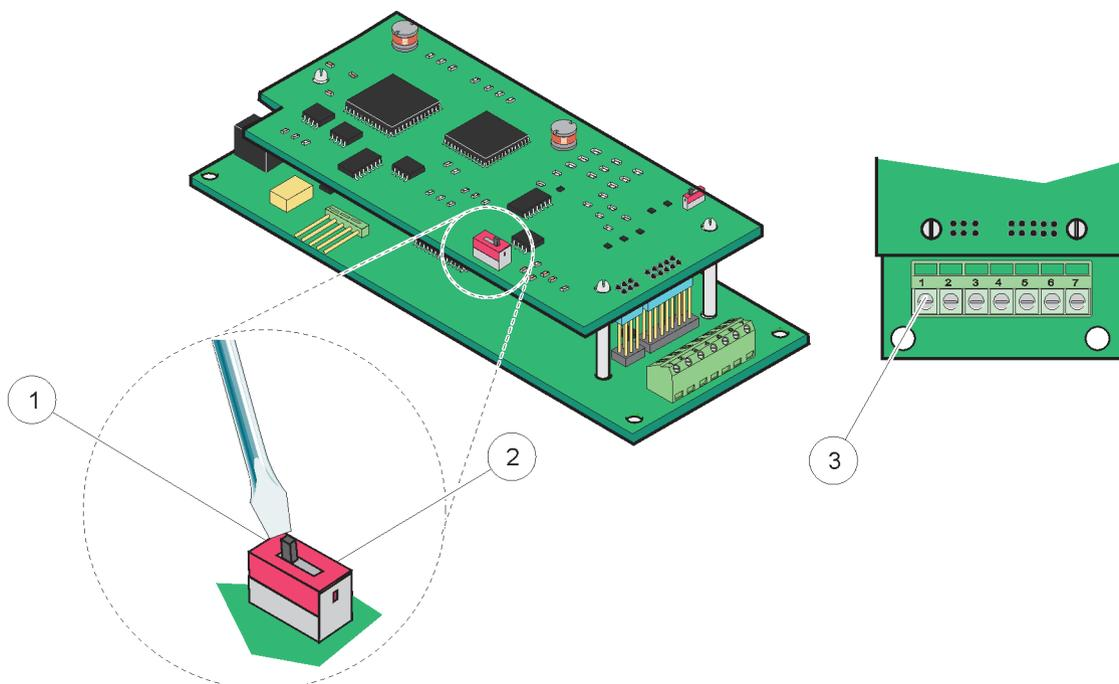
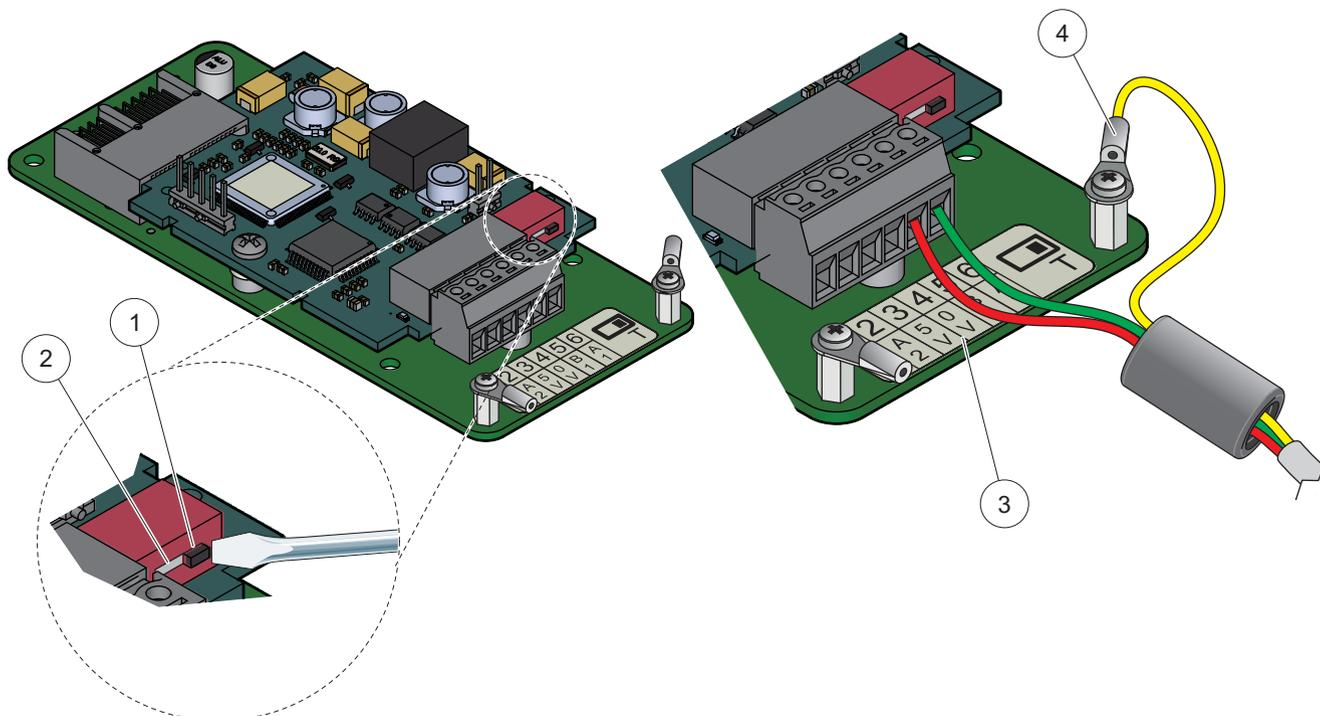

Figure 25 Connexions de carte Profibus DP (YAB020 jusqu'au mois de décembre 2013)
Figure 26 Connexions de carte Profibus DP (YAB103/YAB105 depuis le mois de décembre 2013)
4. Alimenter le câble à l'aide de la base du module et préparer et insérer correctement chaque câble dans la borne en fonction de Figure 25/Figure 26 et Tableau 8/Tableau 9. S'assurer que le bouclier est relié à une entretoise filetée sur la carte.